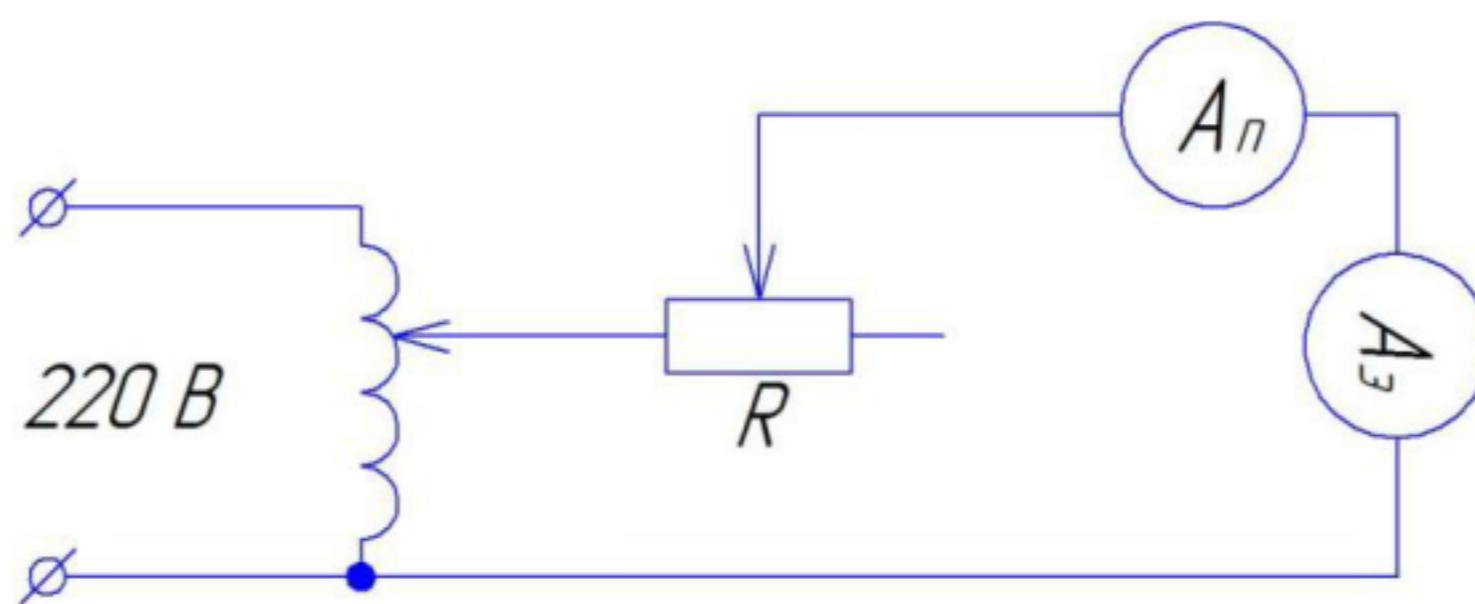

Рис. 7.2. Схема для поверки амперметра на переменном токе
3. Собрать схемы для поверки амперметра на постоянном токе (Рис. 7.1.) и на переменном токе (Рис. 7.2.).